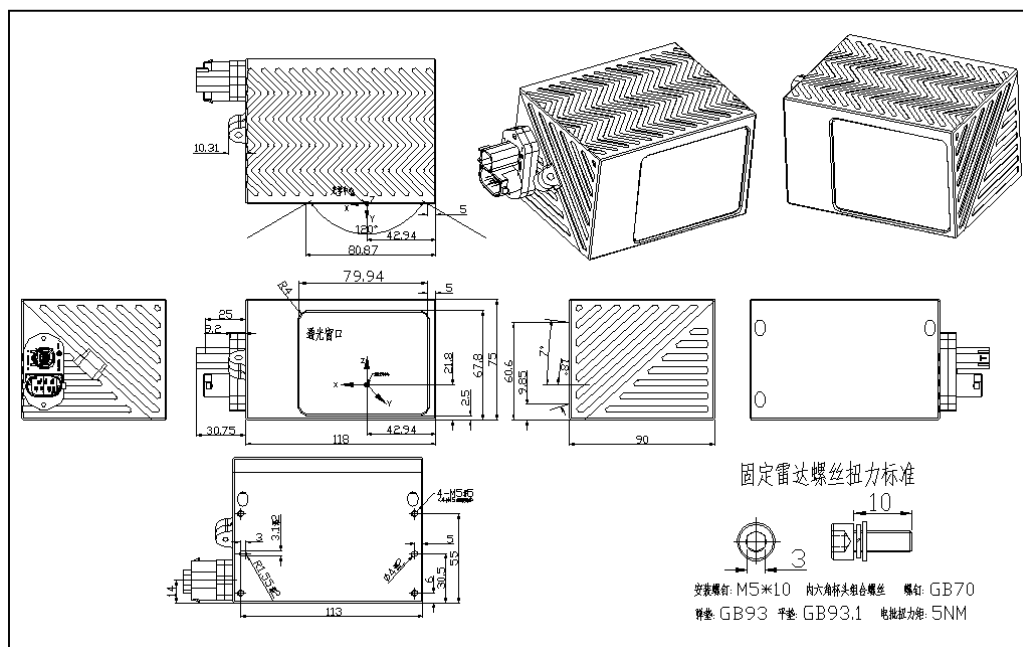

图 1.1 CH128X1 激光雷达外形尺寸图
- 1) CH128X1 线激光雷达底部有 4 个安装孔和两个定位孔，由客户自行配 4 个 M5*10（内六角杯头组合螺丝）的机械螺丝锁紧固定，配弹垫平垫，如图 1.1 所示，为 CH128X1 激光雷达外形尺寸图。